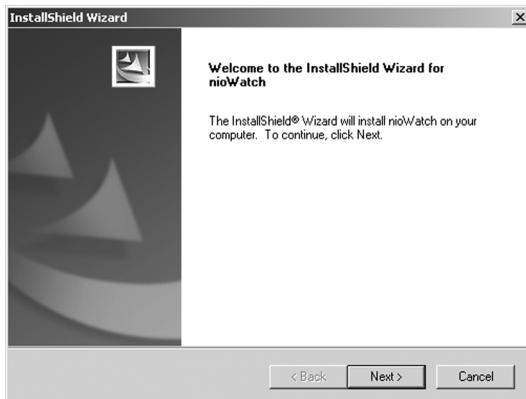

Figure 26
1. Nella schermata iniziale dell'installazione guidata di BARCO NioWatch (figure 26), fare clic su **“Next”** per avviare l'installazione oppure su **“Cancel”** per annullare e tornare all'installazione guidata del prodotto BarcoMed.